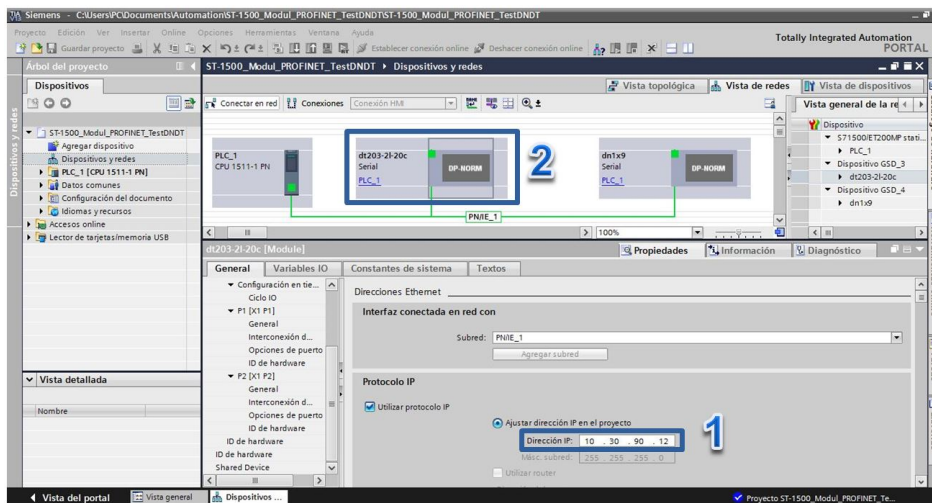

Fig. 10 Definir la conexión de los visualizadores con el PLC
En la ventana de “**Carga avanzada**”, seleccionar la tarjeta de red del ordenador en el campo “**Interfaz PG/PC**” (3) y establecer en el campo “**Conexión con interfaz/subred**” (4) el identificador de la red Profinet (PN/IE\_1 en este ejemplo, ver Fig. 10).